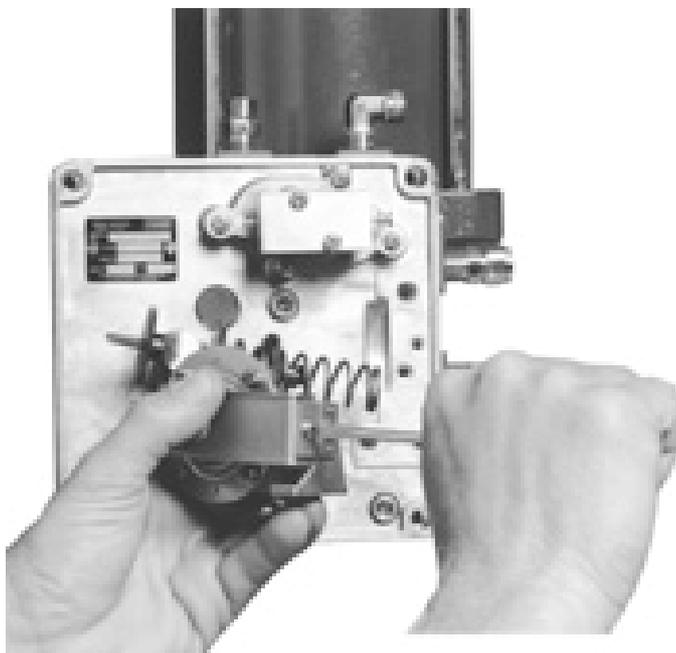

图22. 从输入模块中拆下加法臂组件
4. 如图22所示, 可拆下固定支架的两颗螺钉 (件号20) 中的一颗, 来将加法臂同输入模块分离开来, 这两颗螺钉固定了柔性保持圈, 而这保持圈将加法柔性臂与输入模块壳体连接在一起的。